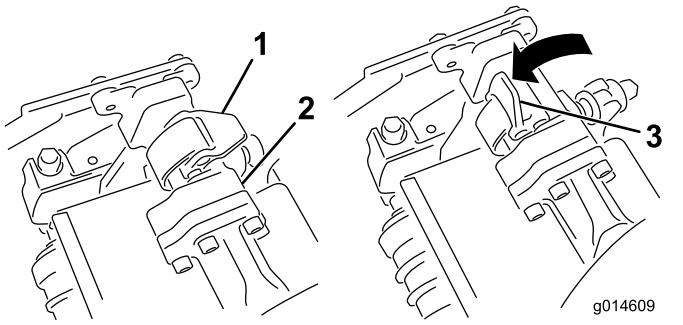
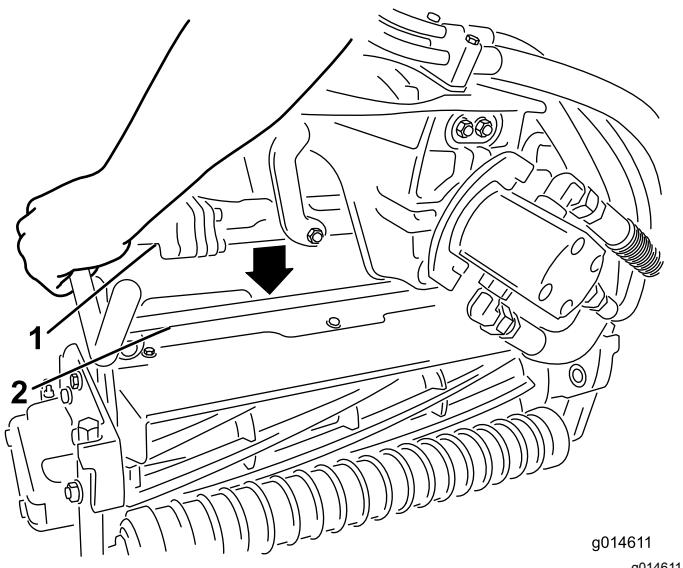

图44
图45
3. 当悬挂臂杆上的闩锁指向上方即打开时图44 向下压悬挂臂使悬挂臂杆与滚刀组上方的支架相契合图45。
4. 向下并绕着滚刀组横杆关闭闩锁将它们锁定到位图44。
- 打开您正在拆下的滚刀组悬挂臂上的闩锁 图44。